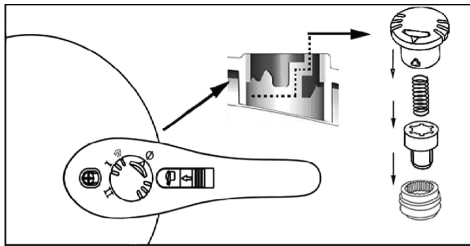

Fig.13
Die spezielle Demontage wird wie folgt durchgeführt: (Abb.13)
- Schalten Sie das Betriebsventil in die Stellung «  $\bigcirc$  », bauen Sie es aus und demontieren Sie die Teile in der Reihenfolge; in der in Abb. 13 gezeigten Reihenfolge demontieren und anschließend reinigen; den Deckel umdrehen und die Dichtungsscheibe reinigen. Nach der Reinigung werden sie in umgekehrter Reihenfolge wieder eingebaut.
- Arbeitsdruckventil: Das Druckventil von Hand ausbauen und reinigen (siehe Abb.13).